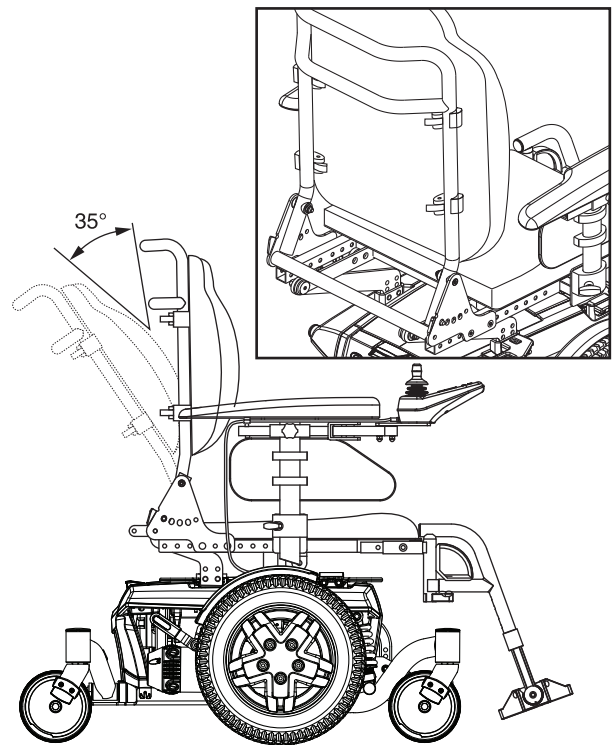

Figure 8. Réglage de la hauteur et de l'angle du siège
1. Tirez sur la courroie située au bas du dossier. **Voir la figure 8.**